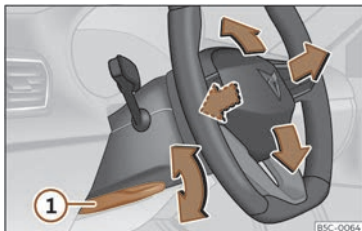

Fig. 8 Panca na parte inferior do lado esquerdo da columna de dirección.
- Puxe da panca»» **fig. 8 ①** abaixo, mova o volante á posición desexada e suba a panca de novo ata o punto de peche.
- Despois de axustar a columna de dirección, empurre firmemente a panca»» **fig. 8 ①** cara arriba para que o volante non mude